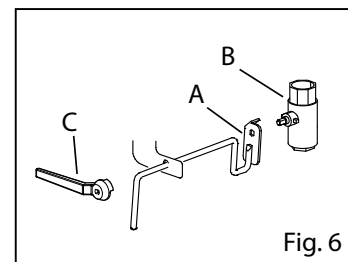

Fig. 6
- Desatarraxar a haste da torneira e removê-la (Fig. 6/A)
- Desatarraxar a torneira (Fig. 6/B)
- Remover, se houver, o puxador fornecido de série (Fig. 6/C) e inserir as travas das roscas na nova torneira.